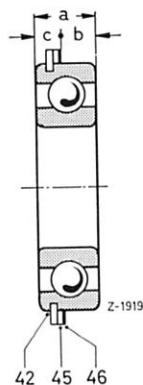

Bild 27-11/67
27 Modulierdruckgeber (48), Isolierplatte (50) und neue Dichtbeilage (51) aufsetzen, Sechskantschrauben mit Preßstoffscheiben und Federscheiben (52) einschrauben und mit dem in der Arb.-Nr. 27-0 vorgeschriebenen Anziehdrehmoment festziehen (Bild 27-11/66).